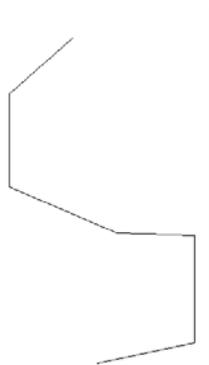

Рисунок 8.9
- задать ось вращения, проведя вертикальный отрезок (рисунок 8.9);